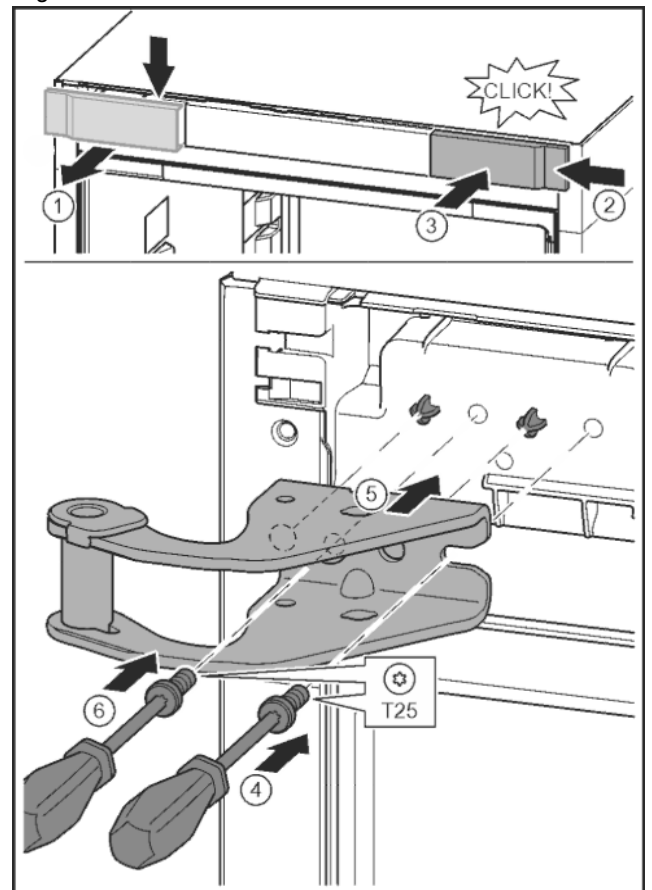

Fig. 9
- ▶ Abdeckung lösen und seitlich abnehmen. Fig. 9 (1)
- ▶ Abdeckung um 180° gedreht auf der anderen Seite von rechts einhängen. Fig. 9 (2)
- ▶ Abdeckung einrasten. Fig. 9 (3)
- ▶ Schraube mit Schraubendreher T25 ansetzen. Fig. 9 (4)
- ▶ Oberen Lagerbock ansetzen. Fig. 9 (5)
- ▶ Schraube festdrehen. Fig. 9 (4)
- ▶ Schraube mit Schraubendreher T25 einsetzen und festdrehen. Fig. 9 (6)